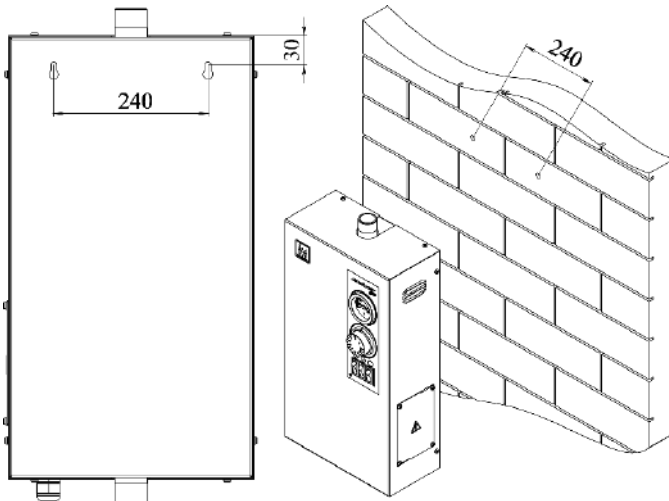
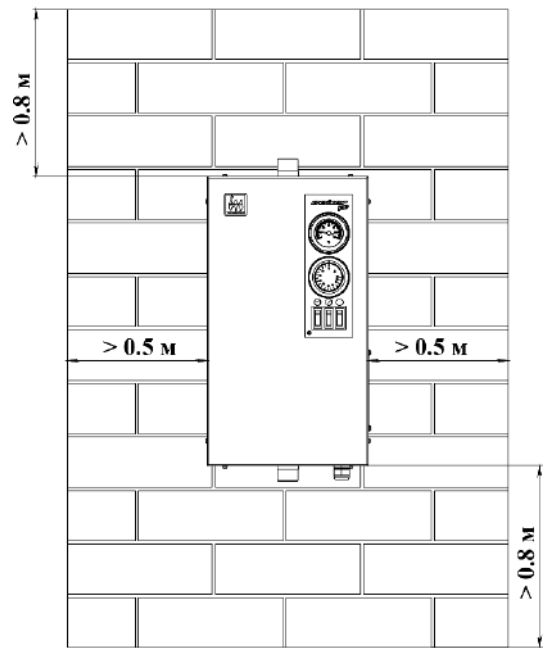

Рис. 5 Способ крепления к стене
Рис. 6 Схема установки электроводонагревателя
- Закрепить электроводонагреватель на вертикальной поверхности в необходимом месте с помощью настенного крепежа (в комплект поставки не входит) как показано на (Рис. 5). При монтаже электроводонагревателя необходимо выдерживать минимальные расстояния до стен, пола и потолка (Рис. 6);